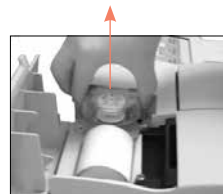

Ilustración 1: Retire el cartucho de la bomba peristáltica
2. Retire la bomba agarrando la carcasa con firmeza y tirando hacia arriba (Ilustración 1).